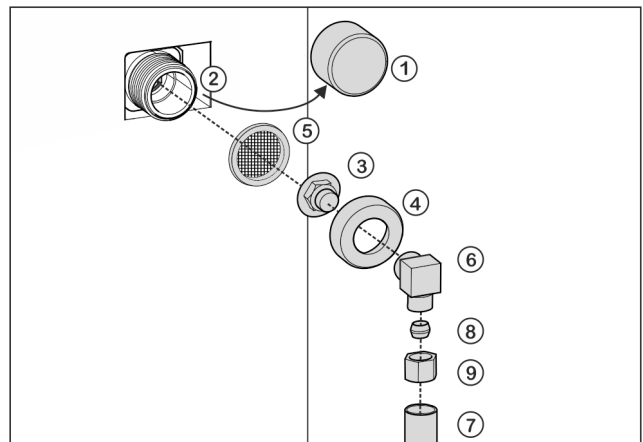

Fig. 25
- ▶ Enlever le bouchon *Fig. 25 (1)* de l'électrovanne *Fig. 25 (2)*.
- ▶ Insérer la pièce de raccordement *Fig. 25 (3)* dans l'écrou-raccord *Fig. 25 (4)*.
- ▶ Insérer le filtre *Fig. 25 (5)* avec la cavité dirigée vers le bas en direction de la pièce de raccordement *Fig. 25 (3)*.
- ▶ Visser l'écrou-raccord *Fig. 25 (4)* à la main sur le filetage de l'électrovanne *Fig. 25 (2)* jusqu'à ce qu'il soit bien positionné.
- ▶ Visser le coude *Fig. 25 (6)*.
- ▶ Raccorder la conduite d'eau *Fig. 25 (7)* (par ex. conduite en cuivre de 1/4" OD) au coude *Fig. 25 (6)* à l'aide de la bague de serrage *Fig. 25 (8)* et de l'écrou *Fig. 25 (9)*.
- ▶ Si nécessaire : Fixer la conduite d'eau *Fig. 25 (7)* sur le boîtier à l'aide de l'étrier d'arrêt.
- ▶ Mettre le coude *Fig. 25 (6)* de côté.
- ▶ Raccorder la conduite d'eau *Fig. 25 (7)* (par ex. conduite en cuivre 1/4" OD) à la pièce de raccordement *Fig. 25 (3)* avec une bague de serrage *Fig. 25 (8)* et un écrou *Fig. 25 (9)*.